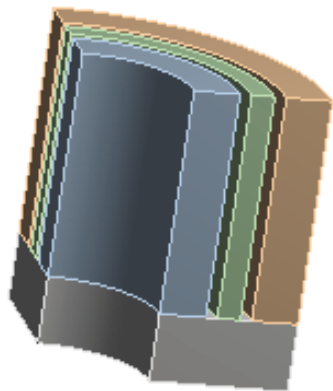

图 23-10 消隐空气的模型
2) 选择 Mechanical 界面左侧 Outline 树结构图中 Geometry 选项下的最后 1 个 Solid，单击右键，并在快捷菜单中选择 Hide Body。消隐后的模型如图 23-10 所示，在下文中，为使操作方便和结果清晰，除在施加边界条件时取消消隐外，其余均消隐。